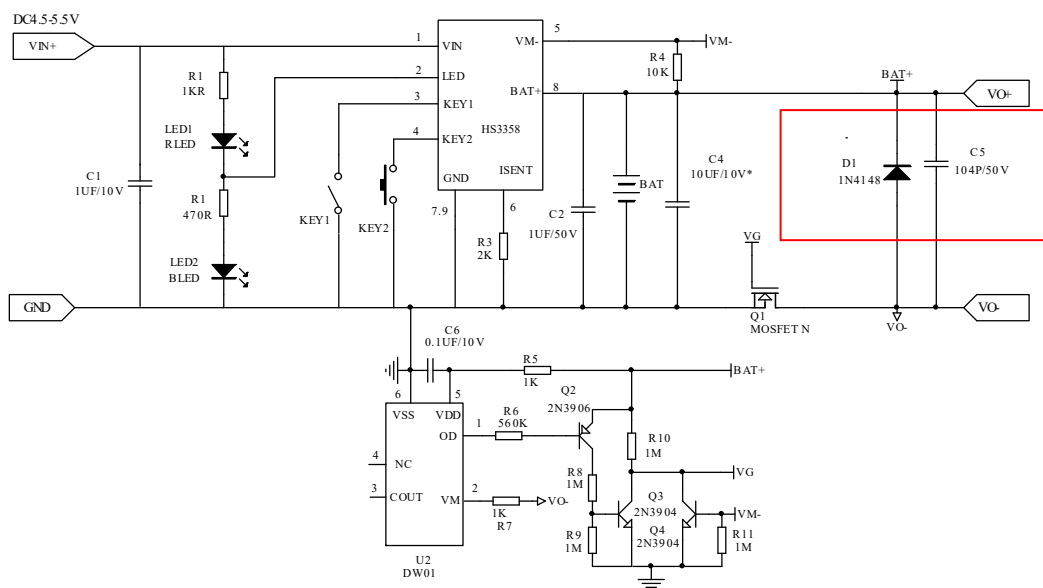

图 2 HS3358 外扩 NMOS 控制线路
6. 图 2 的输出短路保护电流依靠调节 Q1 的阻抗来调节输出短路保护电流，一般用于大电流输出；以上两套外扩线路只适用于充电，开关控制，工作状态指示，边充边放以及输出短路保护；如：理发剪；榨汁杯等。